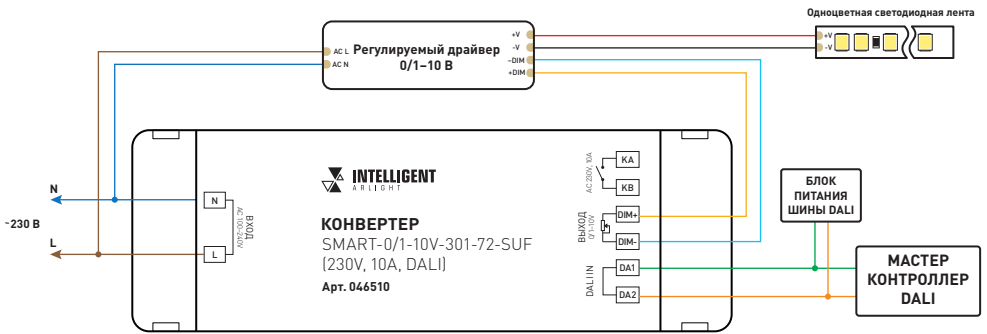

Рис. 1. Схема подключения конвертера без использования выхода реле
- 3.2. Подключите конвертер согласно выбранной схеме [см. рис. 1, 2].